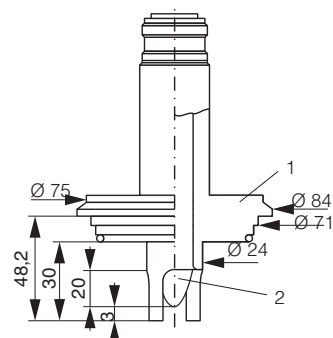

Fig. 3.2
- La sonde UniFit H CPA 441 peut être équipée sur demande d'une cage de protection (voir fig. 3.2)